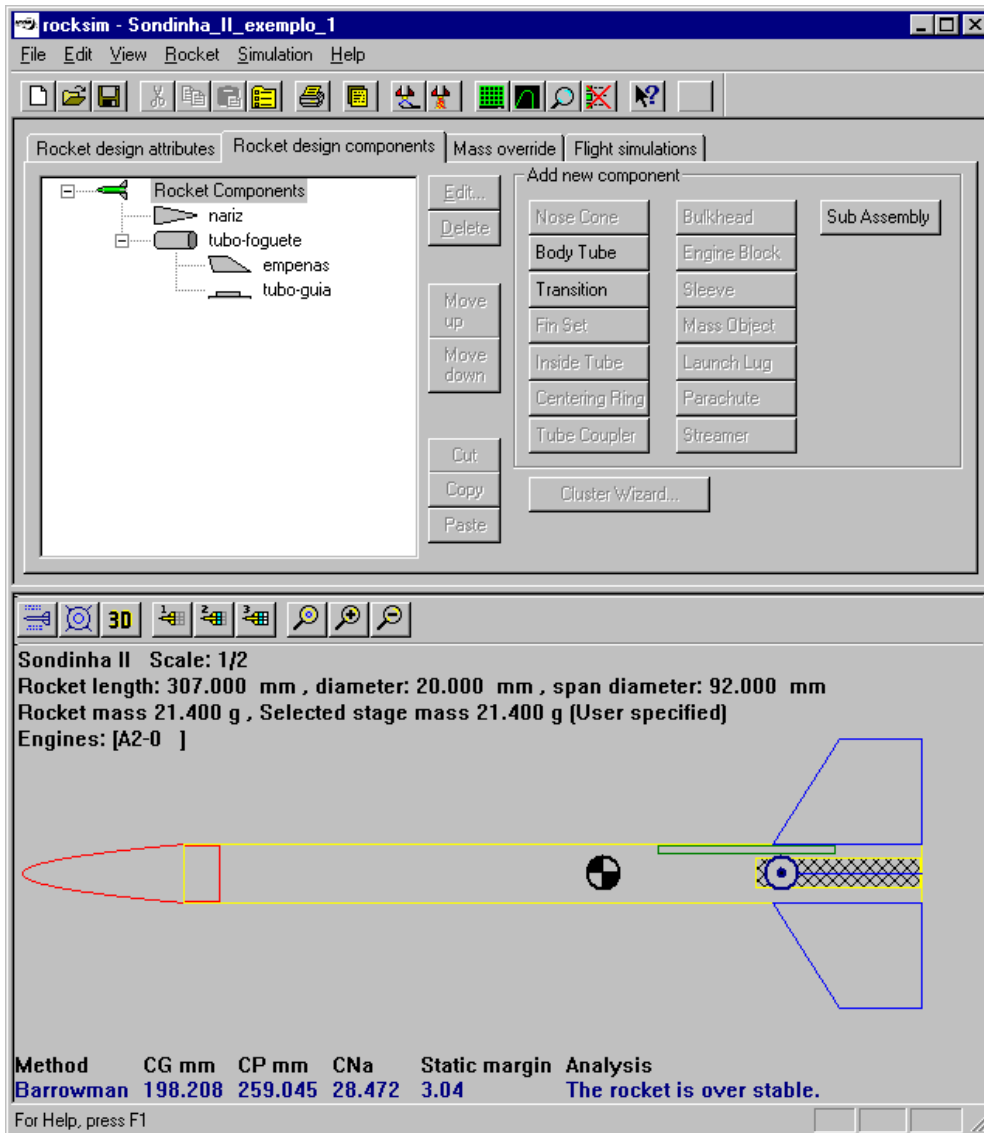

Figura 2. "Sondinha\_II\_exemplo\_1.rkt" com motor APOGEE A2-0.
3) Notar que o arquivo aberto não contém informações sobre o motor que foi selecionado no exemplo 1. Para incluir o motor APOGEE A2-0, refazer o item 15 do exemplo 1, do tutorial 1 - RockSim, para obter os resultados mostrados na Figura 2.